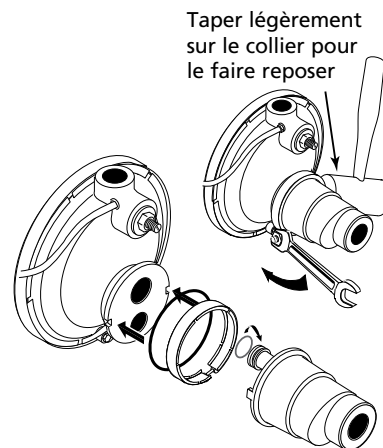

Figure 3 – Montage de l'éjecteur - Puits peu profonds
2. Poser un ensemble d'éjecteur Berkeley modèle BK4875 (vendu séparément). Suivre les instructions fournies avec le nécessaire. S'assurer de bien aligner le venturi avec le trou supérieur qui se trouve à l'avant de la pompe (voir la Figure 3).
1. Poser un ensemble d'éjecteur Berkeley modèle BK4875 (vendu séparément). Suivre les instructions fournies avec le nécessaire. S'assurer de bien aligner le venturi avec le trou supérieur qui se trouve à l'avant de la pompe (voir la Figure 3).